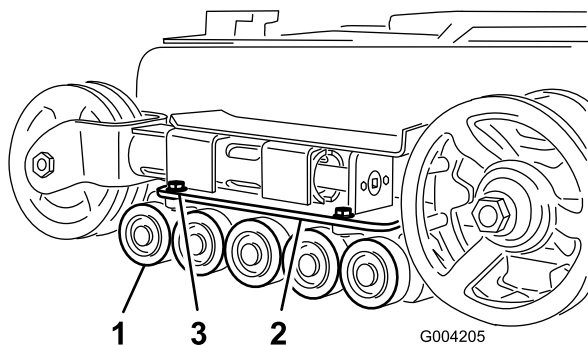

Figure 48
2. Retirez les 4 boulons de fixation de chaque guide-chaîne inférieure qui contient les galets de roulement, et déposez-les (Figure 48).